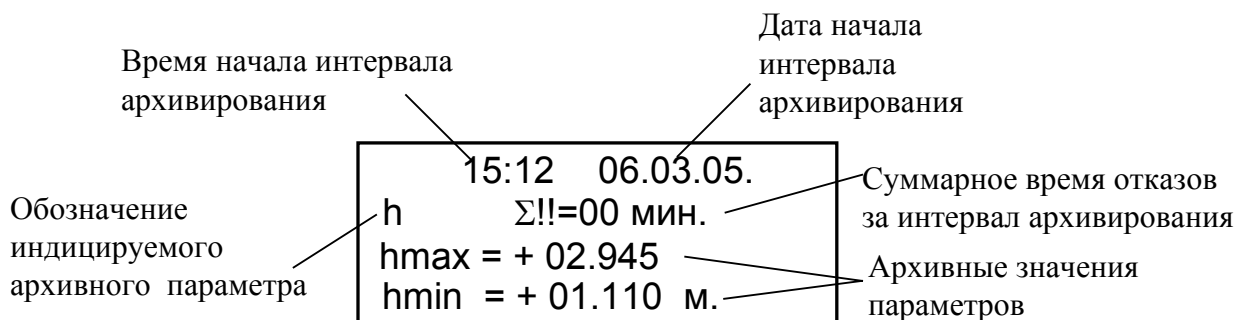

Рис. 6. Вид окна индикации интервального архива.
2.4.2.4. Отображение значений архивируемых параметров осуществляется в окнах, в первой строке которых вместо наименования окна индицируется начальный момент интервала архивирования. Информация в окнах интервального, часового, суточного и месячного архивов размещается однотипно. Вид окна индикации интервального архива показан на рис.6.